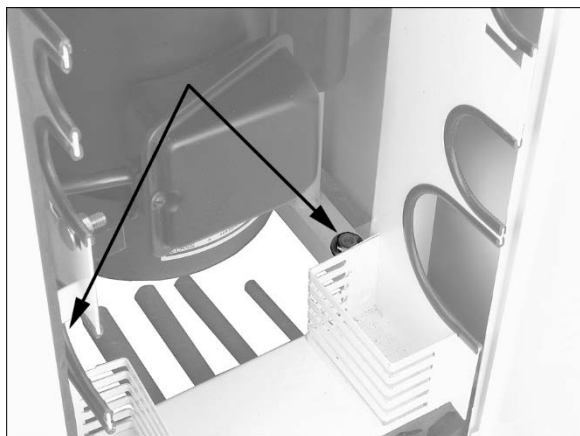

Рис. 2
2. Открутите два болта, крепящих станок к паллете, с помощью храпового гаечного ключа с увеличенной насадкой (Рис. 2).